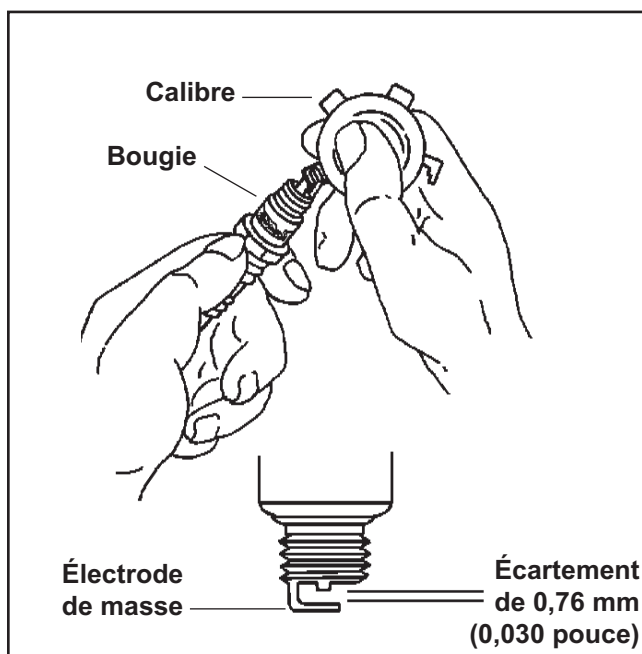

Figure 8-1. Entretien de la bougie.
3. Contrôler l'écartement des électrodes à l'aide d'un calibre. Régler l'écartement sur **0,76 mm (0,030 pouce)** en pliant prudemment l'électrode de masse. Voir la figure 8-1.